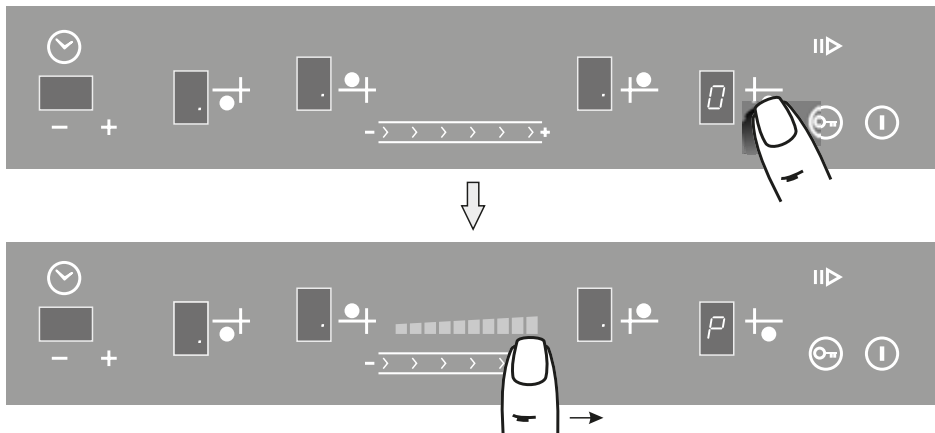

Рис.12
1. Коснуться зоны «②» с обозначением выбранной конфорки, после чего конфорка перейдет в режим управления. В соответствующем окне индикации загорится «0» (рис.12), во всех остальных окнах загорится точка.